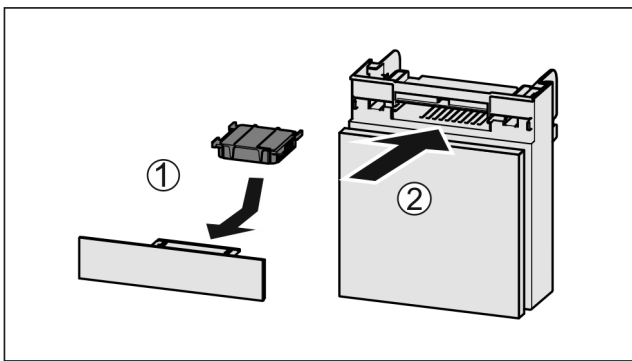

Fig. 127
- ▶ Aktivkohlefilter nach Abbildung einsetzen Fig. 127 (1).
- ▶ Fach einschieben Fig. 127 (2).